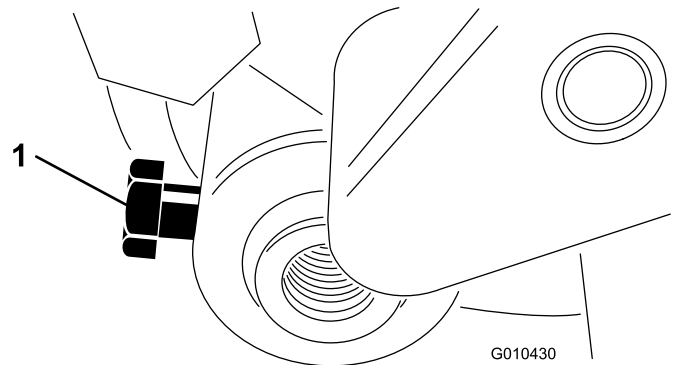

Figura 30
3. Afloje el perno que sujeta el eje del rodillo al brazo de ajuste de la altura de corte (Figura 30).